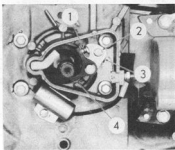

Fig. 24
8. Rengör brytarkontakterna (fig. 24) med fin smärgelduk eller kontaktfil och avlägsna eventuella spetsbildningar.